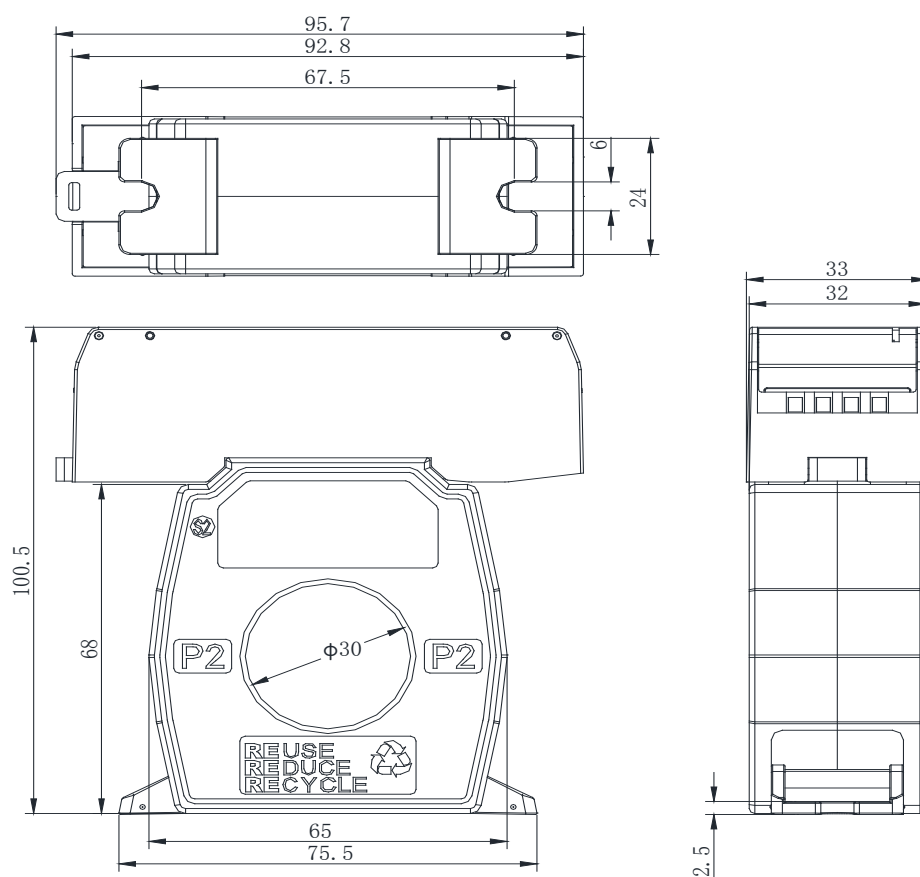

图 1 TE3300/63 探测器外形尺寸示意图
1.1 TE3300 系列组合式电气火灾监控探测器外形尺寸示意图如下图 1~13 所示。